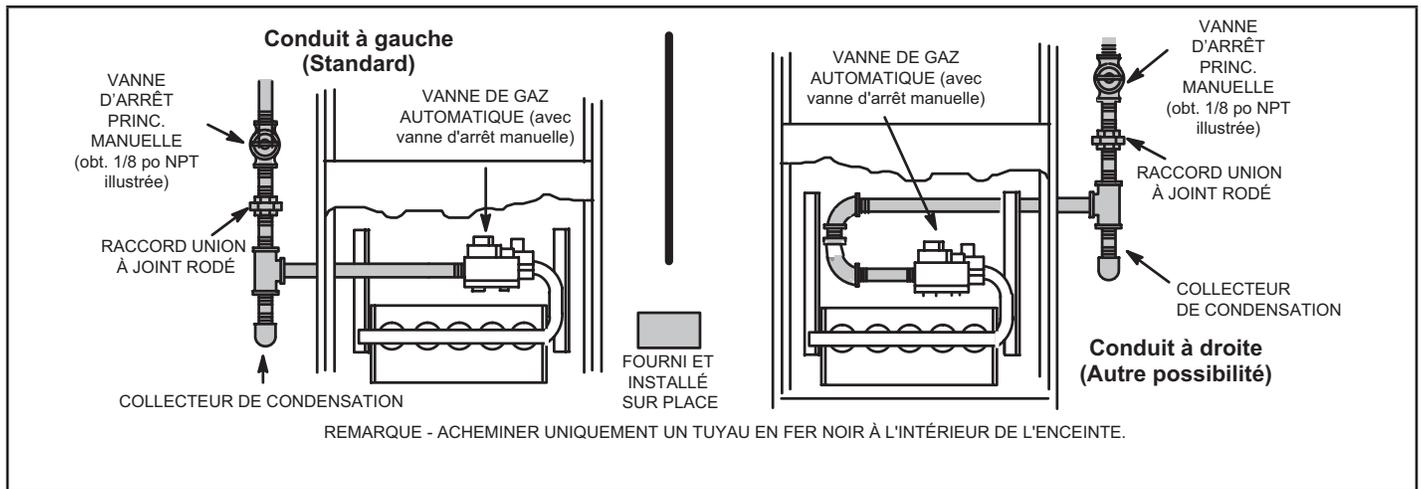

FIGURE 56
- 1 - La canalisation de gaz peut pénétrer dans l'appareil par le côté droit ou le côté gauche. La canalisation d'alimentation entre dans la vanne de gaz par le côté de la vanne, comme illustré à la FIGURE 56. Connecté la canalisation de gaz sur la vanne. La canalisation de gaz doit être serrée à à un couple minimum de 350 livres et un maximum de 800 livres sur la vanne de gaz.
- 3 - La canalisation de gaz ne doit pas traverser les conduits d'air, les chutes à linge sale, les cheminées ou conduits d'évacuation des gaz, les monte-plats ou les cages d'ascenseur. Centrer la canalisation de gaz dans l'ouverture. La canalisation de gaz ne doit pas toucher le côté de l'unité. Voir la FIGURE 56.